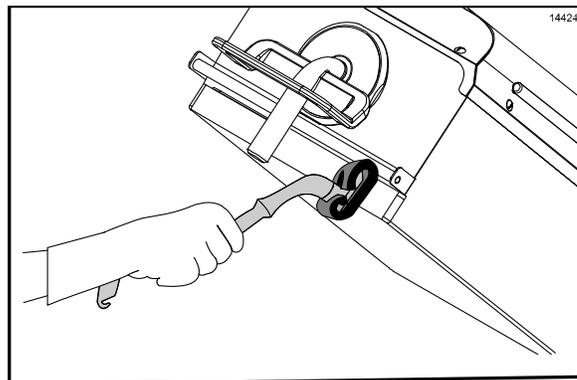

Figura 89
15. aplique solución limpiadora **McD Hi-Temp Grill Cleaner (HTGC)** al frente de las placas, comenzando la placa derecha y terminando con la izquierda. (Vea la figura 89.)